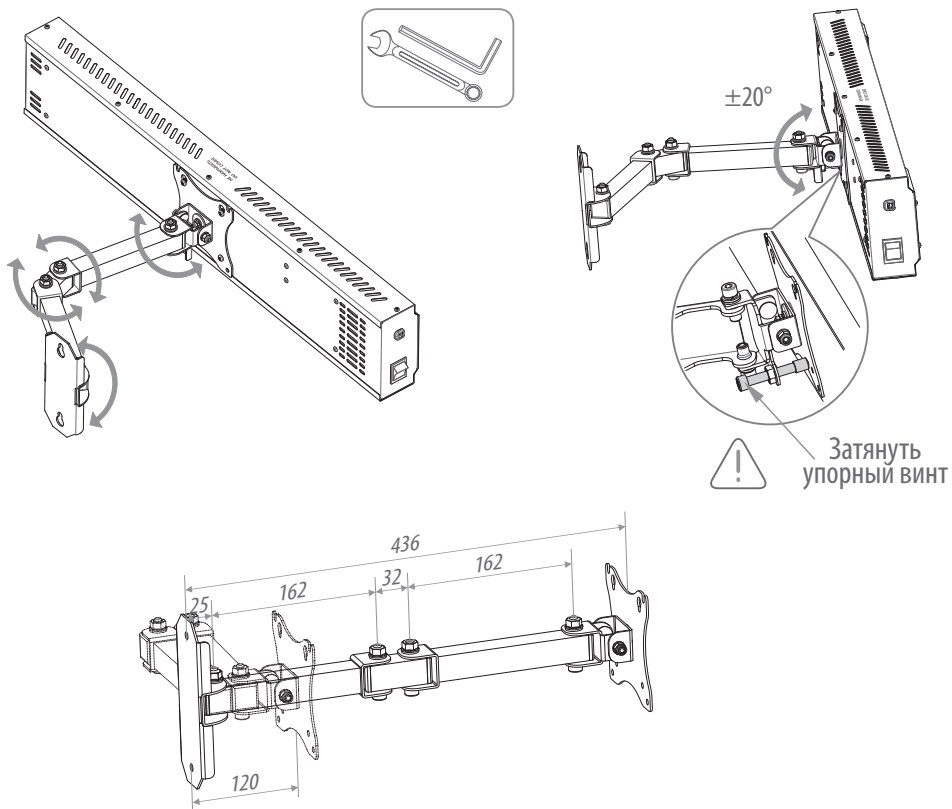

Рисунок 3. Регулировка положения обогревателя.
- 4.7. Отрегулируйте положение обогревателя (см. рис.3). При необходимости подтяните осевые винты с помощью соответствующего шестигранного ключа и гаечного ключа.